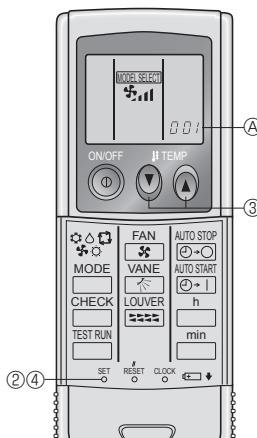

Fig. 6-3
3) Programmation (Fig. 6-3)
- ① Introduire les piles.
- ② Appuyer sur le bouton SET à l'aide d'un objet pointu.